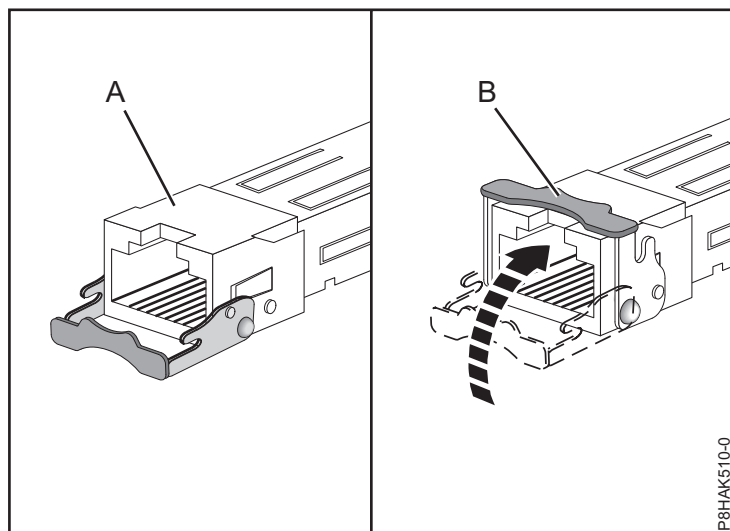

Figura 80. Substitució dels transceptors SFP a l'adaptador
- c. Amb el pestell **(B)** en posició d'obert, empenyeu el pestell fent-lo rotar i traient-lo de la targeta tal com es mostra a la Figura 80 a la pàgina 91.